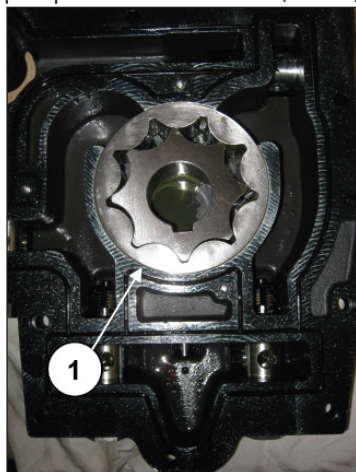

Рис. 151
Монтируйте роторы масляного насоса (поз. ①, Рис. 151).